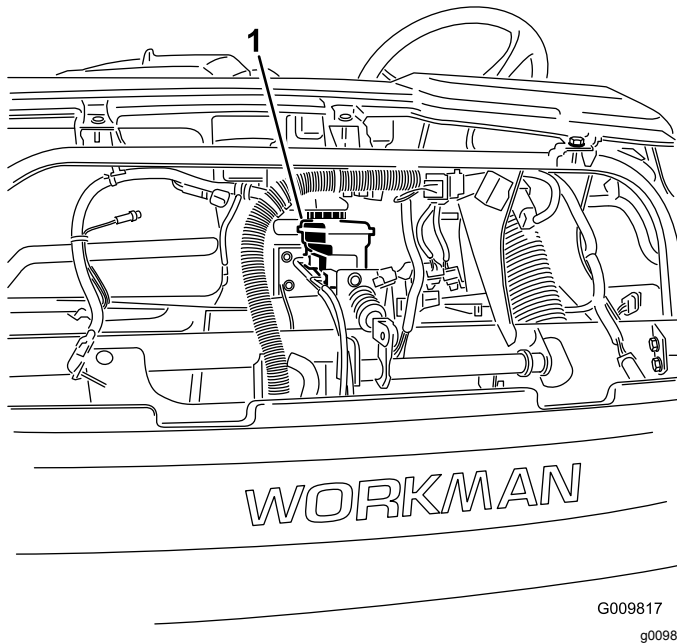
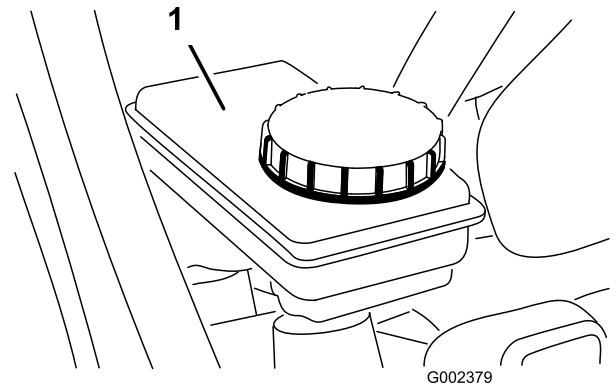

図 72
図 73
5. ブレーキオイルタンク内の液量を点検する 図 72 と 図 73。
- A. タンクのキャップの周囲をきれいに拭く 図 73。
- B. タンクからキャップを外す 図 73。
- C. タンクの FULL マークまで液を追加する 図 73。
- D. キャップを取り付ける 図 73。